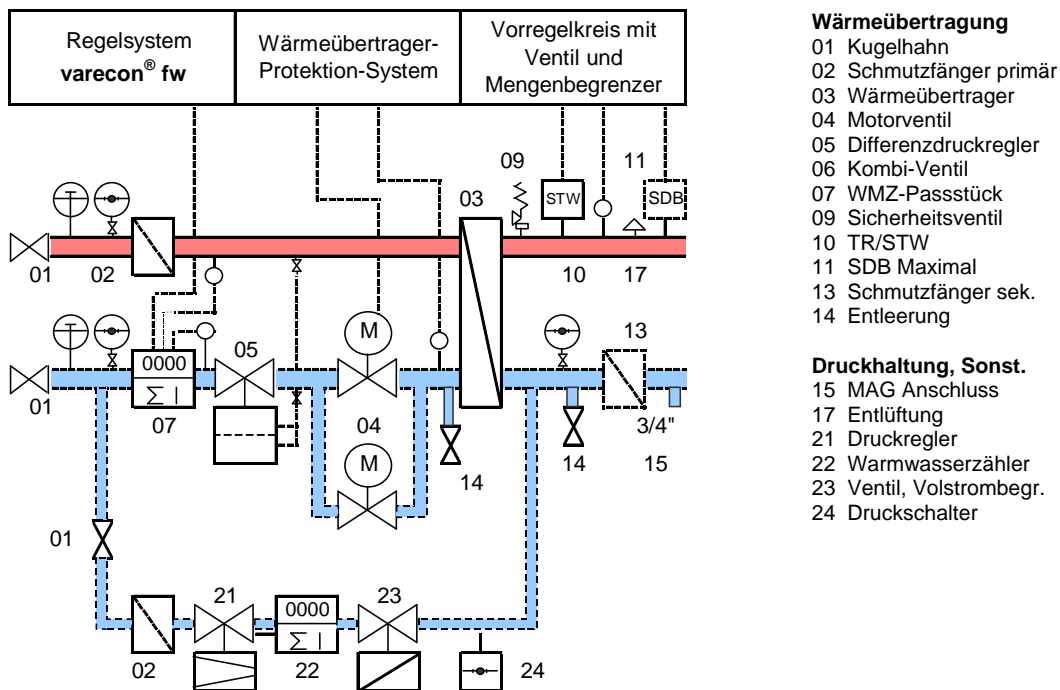

Bild 4 Einspeisung mit VL-Temperaturregler über 2 Motorventilen und Differenzdruckregler
ein Regler mit zwei Ventilausgängen eingesetzt werden (Bild 4). Unterhalb des Stellbereichs schwingt der Regelkreis und es entstehen Temperaturwechsel, die zur Zerstörung des Wärmeübertragers führen können.
2.3 Regelung der Wärmeleistung (Bild 4)